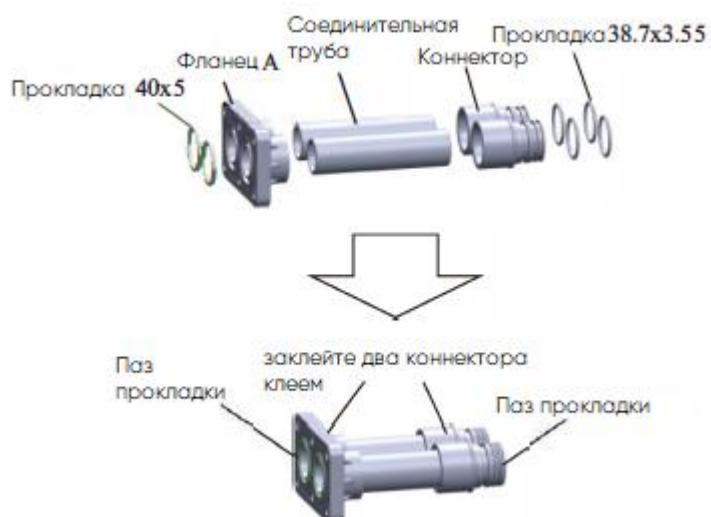

Рисунок 2-1-1
1. Как показано на рис. 2-1-1, склейте трубу, фланец А и соединение, а затем установите соосные уплотнительные кольца в соединение и фланец А соответственно (всего 2 штуки).